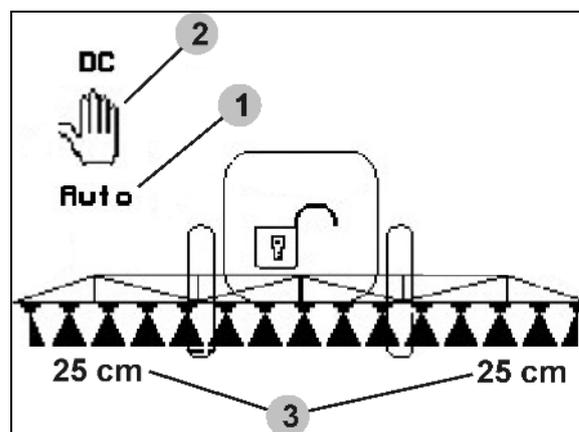

Fig. 75
- Si el modo de funcionamiento automático está activado, aparece en el pantalla el símbolo "Auto" (Fig. 75/1). El ordenador de la máquina adopta la regulación de la distancia entre la boquilla de pulverización y el cultivo.
- En el modo de funcionamiento manual aparece el símbolo (Fig. 75/2). El DistanceControl está desactivado. La distancia entre la boquilla de pulverización y el cultivo se regula manualmente mediante el ajuste de la inclinación y la altura.
- Activar: se muestra la distancia entre la boquilla de pulverización y el cultivo en el menú de trabajo (Fig. 75/3).